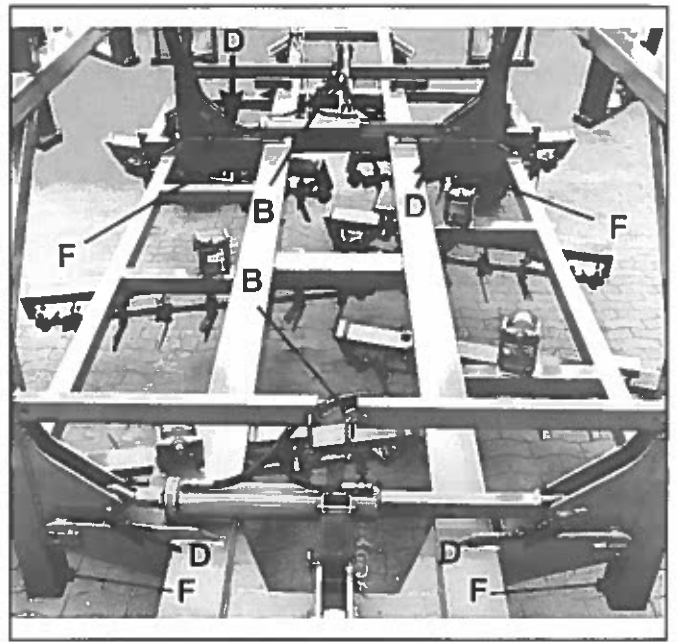
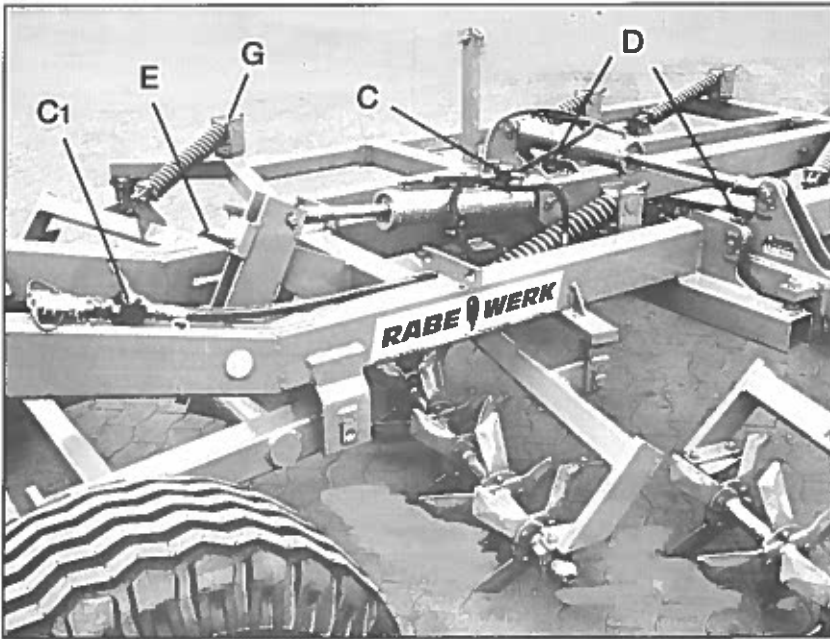

Fig. 6
Fig. 7
Gerät anheben - bei hydraulischer Deichselverstellung ganz ausheben - und einklappen; mit Kette(n) sichern (B, Fig. 6).
Absperrhähne schließen - am Aushubzylinder (C, siehe Fig. 7) und an den Schlauchenden. (Die Absperrhähne am Geräteende (C1, Fig. 7) bleiben geschlossen, sie werden benötigt, wenn z.B. eine Anhängewalze hydraulisch bedient wird.)
Die eingeklappten Seitenteile sollen ca. senkrecht stehen, Anschlagschrauben D entsprechend einstellen (XF 450 - 2 Schrauben - Fig. 7; XF 600 - 4 Schrauben - Fig. 6).
Absperrhähne öffnen - am Aushubzylinder (C, Fig. 7) und an den Schlauchenden.
- b) tiefenbegrenzt sehr flach arbeiten - hinten mit Spindel E (Fig. 7) den Rad-
Ungleiche Arbeitstiefe auf Gerätebreite läßt sich mit den Anschlagschrauben F korrigieren (2 vorn, 2 hinten; Fig. 6 + 8).
Messerwellenlager, Feder-Stangenführungen (G, Fig. 7) und sonstige Lagerungen mit Schmiernippel ca. alle 25 h schmieren.